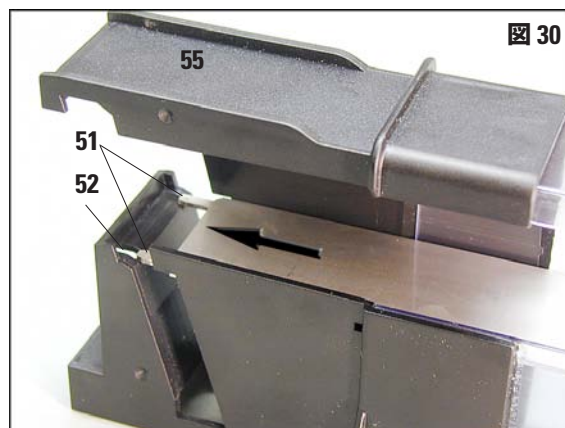

図 30
次に 2 つのプラグ (51) がマガジン基部の 2 つの溝 (52) にはまるまで、メタルインサートを押し下げます (図 30)。